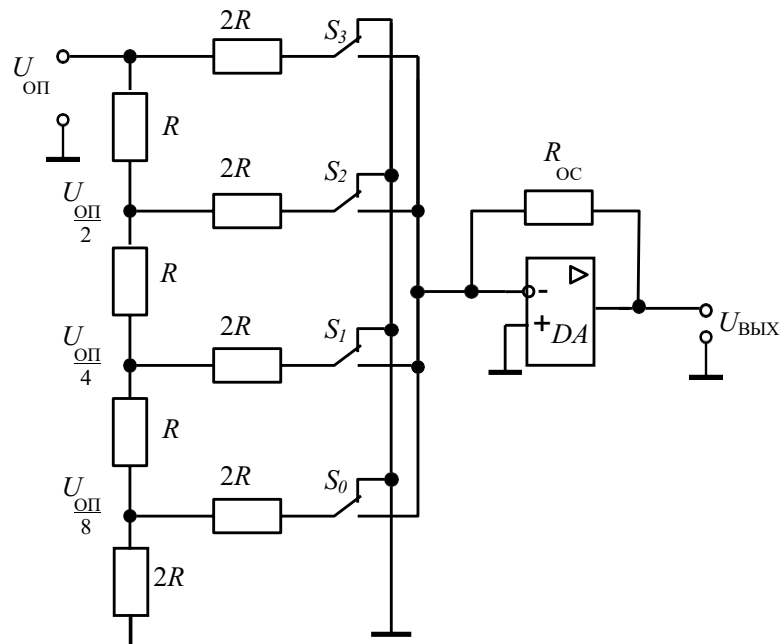

Рис. 19
19. Какая разница значений напряжения на выходе ЦАП на рис. 19, если цифровой код на входе меняется со значения 13 в двоичном коде до значения 5? $R = 2 \text{ кОм}$, $R_{OC} = 4 \text{ кОм}$, $U_{OP} = 0,3 \text{ В}$. При входном коде «1» соответствующий ему ключ S будет находиться в нижнем положении.